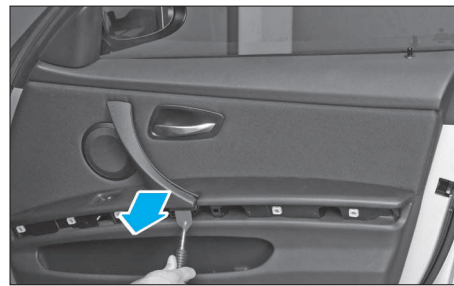

FIG. 55
- Démontez la moulure décorative sur la garniture de porte puis le recouvrement de la poignée de porte (Fig.55).